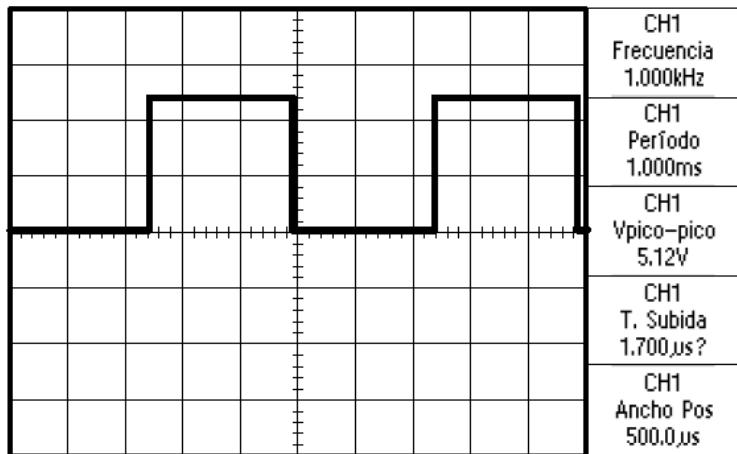

Figura 9. Toma de medidas automáticas.
**Toma de medidas automáticas.** El osciloscopio puede tomar las medidas automáticas de la mayor parte de señales presentadas. Para medir la frecuencia, el período y la amplitud pico a pico, el tiempo de subida y el ancho de pulso positivo de la señal, Figura 9, siga estos pasos: